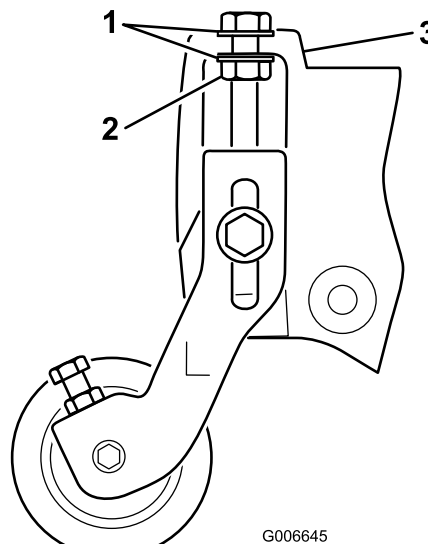

Рисунок 21
**Примечание:** Шайбы на болтах регулировки высоты скашивания должны быть расположены с каждой стороны фланца на боковой пластине (Рисунок 21).
17. Затягивайте контргайку на болте регулировки высоты скашивания до тех пор, пока шайбы не войдут в контакт с фланцем боковой пластины, затем отверните гайку на 1/2 оборота (Рисунок 21).